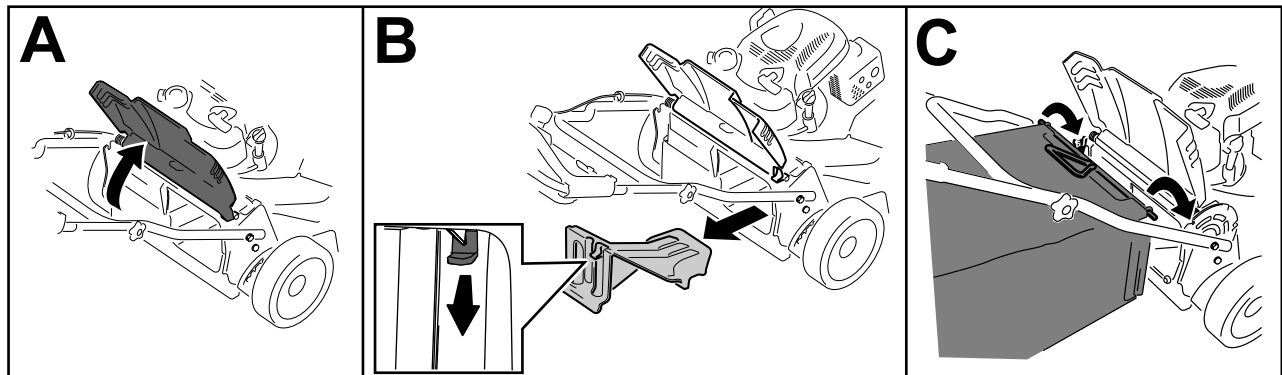

Figure 24
1. Soulevez le volet arrière et maintenez-le dans cette position (A de Figure 24).
2. Retirez l'obturateur d'éjection arrière en appuyant sur le dispositif de verrouillage avec le pouce et en tirant l'obturateur hors de la machine (B de Figure 24).
3. Placez la tige du bac dans les crans à la base du guidon et agitez le bac d'avant en arrière pour vous assurer que la tige est bien engagée au fond des deux crans (C de Figure 24).